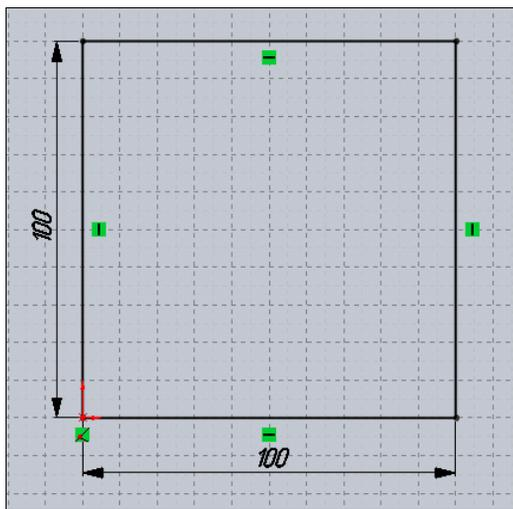

Рис. 5.35
1. Откройте новую деталь в режиме эскизов и постройте эскиз, показанный на рис. 5.35.